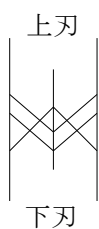

図6
- ・ 刃を取り付けた後、図6のように上刃と下刃がずれていないことを確認して下さい。